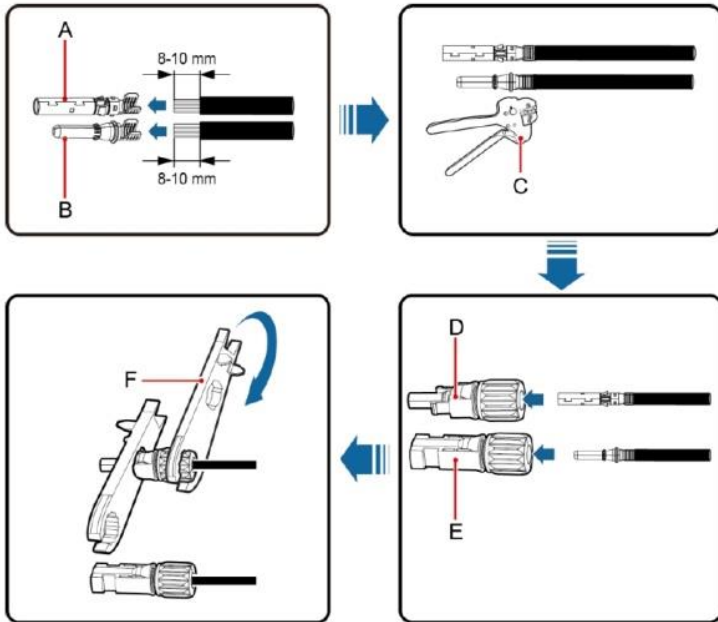

图 5.3 MC4 直流连接器与光伏组串的连接
(2) 直流连接器接好后，需用万用表测量直流输入组串电压，验证直流输入线缆的极性，同时确保每组组串电压在逆变器允许范围内，如图 5.3 所示。